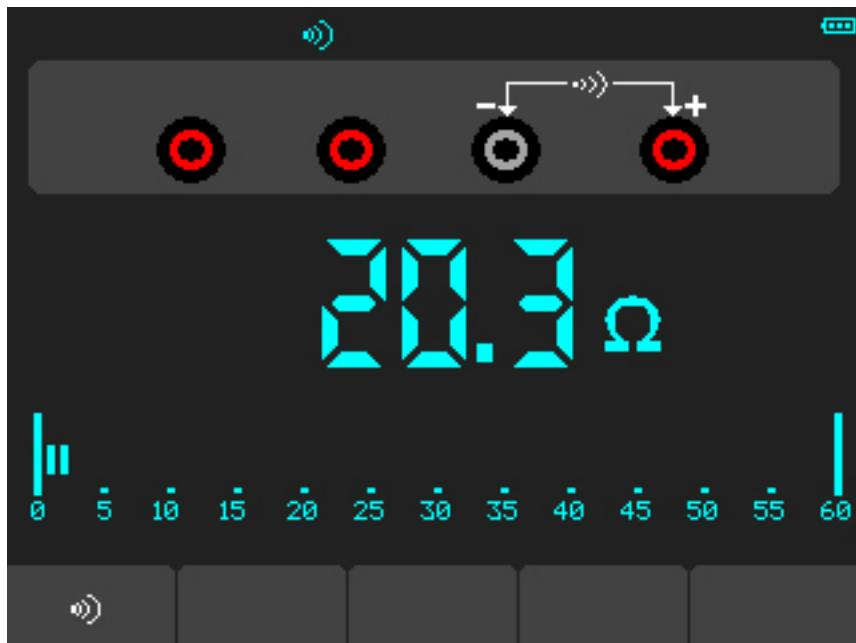

图 4-4 通断测量
c) 将红色和黑色表笔连接到被测点。如果被测点电阻值小于30Ω，仪表将发出“滴滴”声音。（如图4-4）